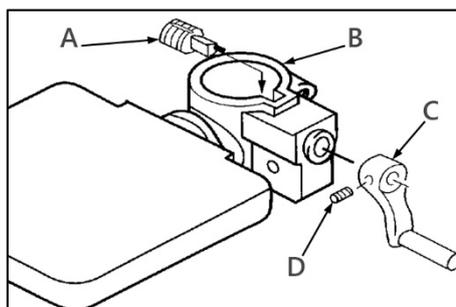
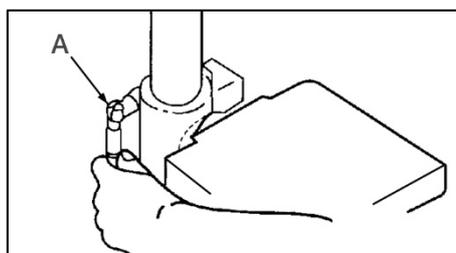

Рисунок 4.
Рисунок 6.
Если кронштейн рабочего стола не предустановлен на колонну, вставьте вал (A) червячной передачи (рис. 4) в кронштейн (B) стола до упора. Закрепите рукоятку (C) на валу с помощью установочного винта (D).
Установите ручку фиксации (А) рабочего стола (рис. 6). Для перемещения стола вверх – ослабьте ручку (А) и вращайте ручку (С) (рис. 4) по часовой стрелке, для перемещения вниз – против часовой стрелки. После настройки затяните рукоятку (А) (рис. 6).